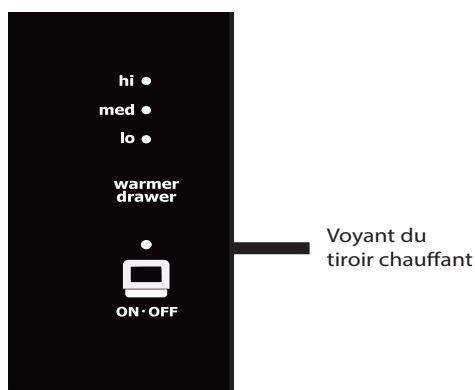

Figure 56 : Commande illustrant le voyant du tiroir chauffant
2. Appuyez sur **ON-OFF** (marche/arrêt) et le voyant du tiroir chauffant s'allumera et clignotera. (figure 56).